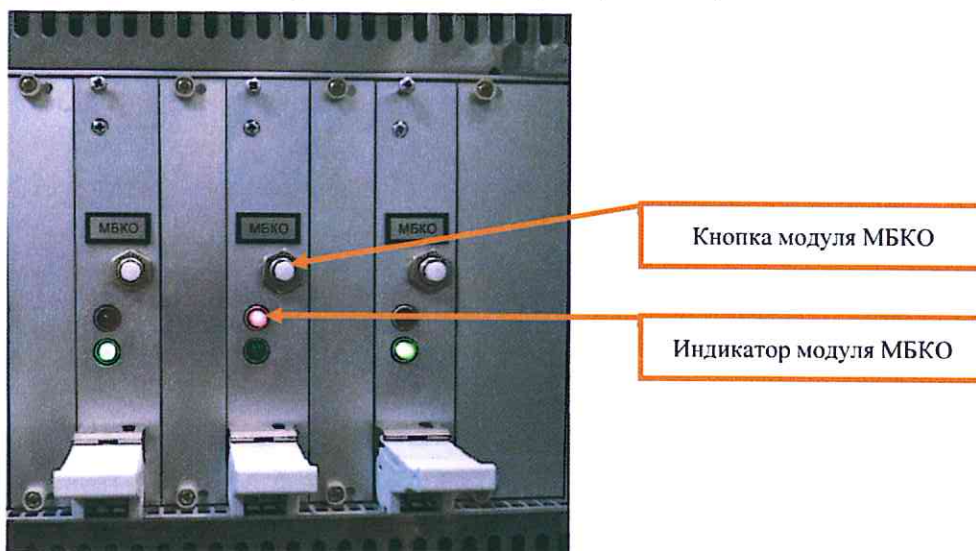

Рисунок 17. Индикация модуля МБКО.
7.4.5 Убедиться, что индикатор на лицевой панели соответствующего модуля МБКО светит красным цветом (Рисунок 17).
7.4.9 Нажать кнопку на соответствующем модуле МБКО (Рисунок 17).